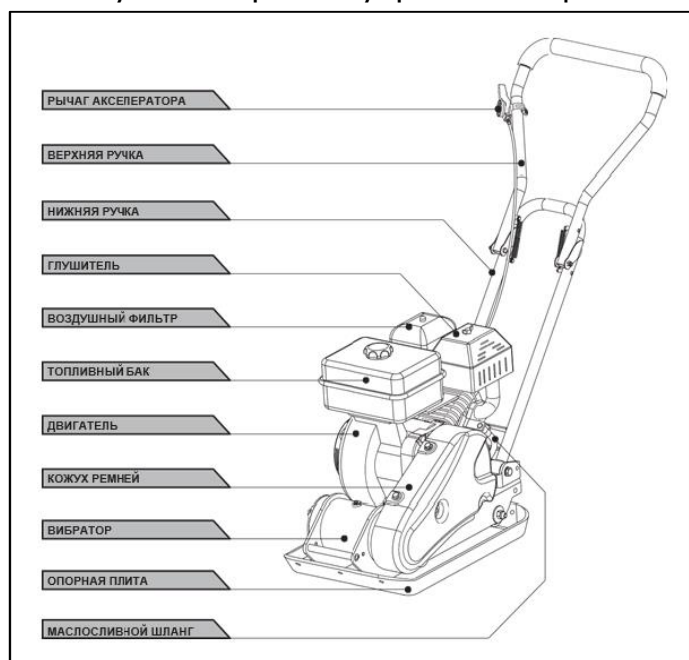
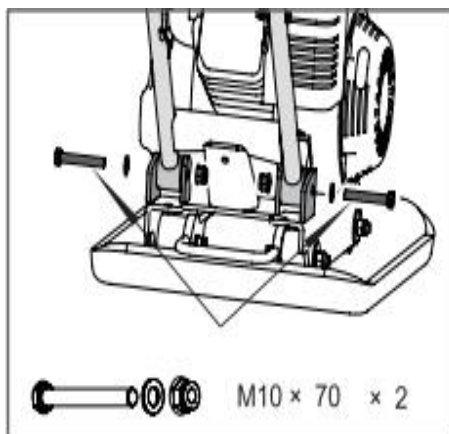

Рис. 1
Рис. 3 Установка рабочей рукоятки
Расположение основных узлов и органов управления представлено на Рис. 1.
Виброплита поступает практически в собранном состоянии. Для окончательной сборки необходимо извлечь распылитель из коробки. Проверить соединения в соответствии с Рис. 1 (при необходимости затянуть). Установить рабочую рукоять (Рис. 3).
2. Совместите отверстия в нижней части рабочих рукояток и кронштейнах рамы виброплиты. Вставьте в отверстия болты М10х70 из комплекта крепежа и зафиксируйте их гайками (Рис. 3). М10 × 70 (× 2) М5 (× 1)